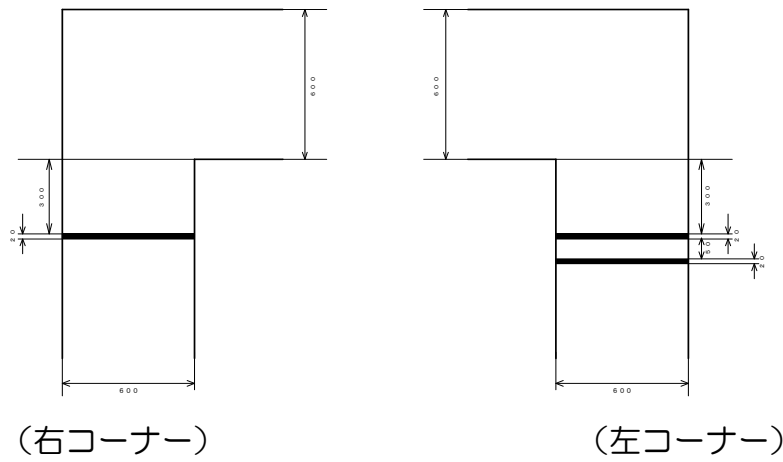

図3 コーナー識別マーキング（予選・決勝）
- (2) コースの幅は60cmで直線と直角コーナーで構成されます。
- (3) 各直角コーナーの30cm手前のコース床面には、右コーナー、左コーナーを識別するマーキングが施されます。(図3)